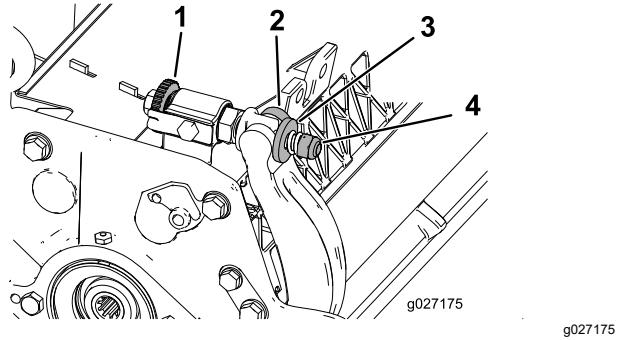

Bild 23
1. Drehen Sie die Einstellschrauben des Untermesserträgers nach links, um den Abstand zwischen Untermesser und Spindel zu vergrößern (Bild 23).
2. Drehen Sie die Federspannungsmutter so weit hinaus, bis die Scheibe nicht mehr gegen den Untermesserträger angespannt ist (Bild 23).